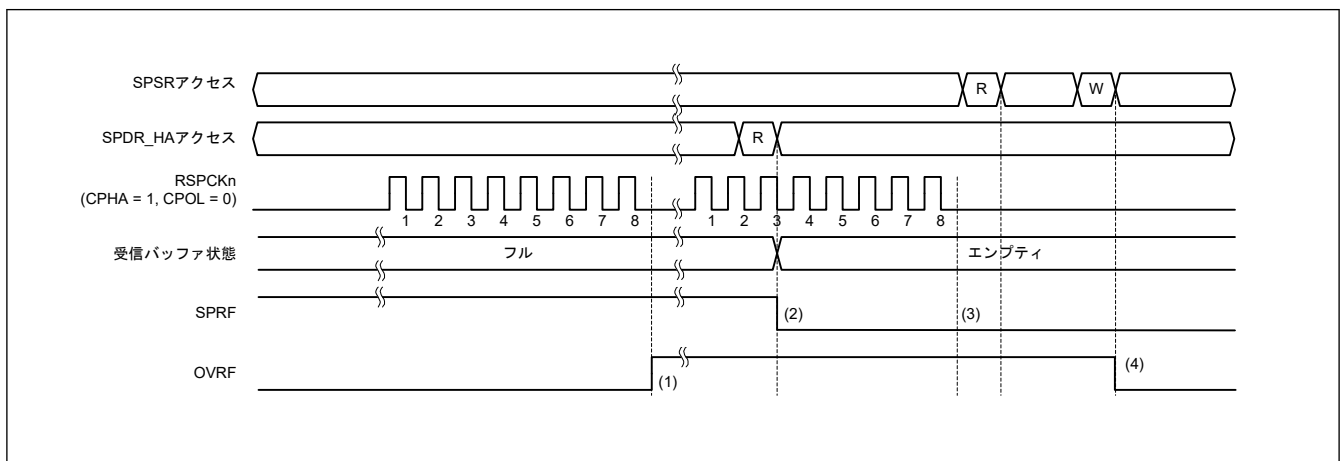

図 28.28 OVRF フラグおよび SPRF フラグの動作例
図 28.28 に OVRF フラグと SPRF フラグの動作例を示します。図 28.28 に示す SPSR アクセスと SPDR_HA アクセスは、それぞれ SPSR レジスタと SPDR_HA レジスタへのアクセス条件を示します。W は書き込みサイクル、R は読み出しサイクルを示します。この例では、SPCMD0.CPHA ビットが 1、かつ SPCMD0.CPOL ビットが 0 の設定で、SPI は 8 ビットのシリアル転送を実行しています。RSPCKn 波形の下に記載した数字は RSPCK サイクル数 (= 転送ビット数) を示しています。
以下に、図 28.28 の (1)～(4) に示したタイミングでのフラグの動作内容を説明します。